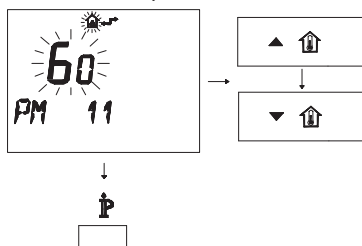

Fig. 5.58
- Per modificare il SET programmato agire sui pulsanti \uparrow \mathbb{H} o \downarrow \mathbb{H} e aspettare che il numero programmato cominci a lampeggiare (Fig. 5.58). Ogni passo incrementato o decrementato corrisponde a 1 secondi.